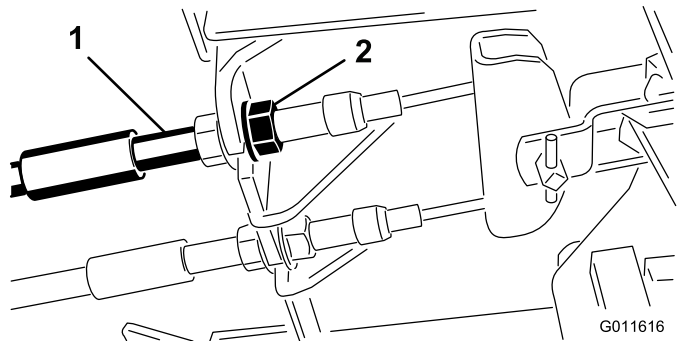

图72
1. 要缩短刹车踏板的自由行程，可以通过松开刹车拉线螺纹端的前螺母，紧固刹车（图72）。